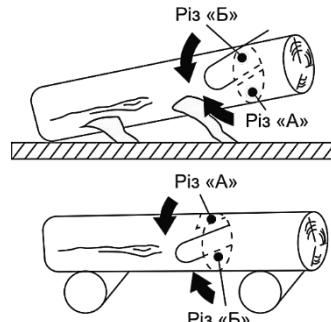

Рисунок 2
Зробіть розпил колоди таким чином. Перший розпил (A) зробіть знизу вгору на 1/3 товщини колоди та закінчіть розпилювання (B) зверху вниз (рисунок 2).